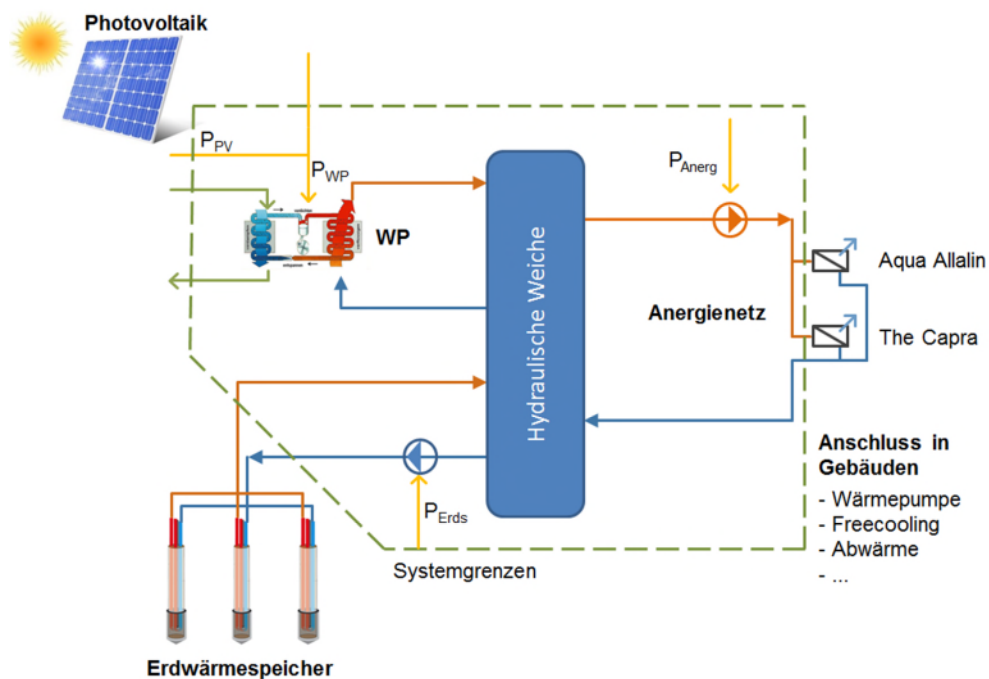

Abbildung 1 Aufbau des Energiekonzepts des Nahwärmeverbundes in Saas Fee
Das Energiekonzept besteht grundsätzlich aus den Komponenten Erdwärmespeicher, Wärmepumpe (WP), Photovoltaikanlage (PV), hydraulische Weiche und dem Anergienetz mit den zwei Abnehmern. Das Konzept ist in **Abbildung 1** dargestellt. Die Komponenten WP, die Erdsonden und das Anergienetz sind über die hydraulische Weiche verbunden. Grundsätzlich wird das Anergienetz aus dem Erdwärmespeicher mit Wärme versorgt. Wird die WP dazu geschaltet, findet ein Wärmeeintrag in den Erdwärmespeicher statt. Dadurch kann dieser regeneriert werden und dient als (saisonaler) Speicher. Während den Sommermonaten (Aussentemperatur $>5^{\circ}\text{C}$) kann der anfallende Solarstrom für diese Regeneration genutzt werden.